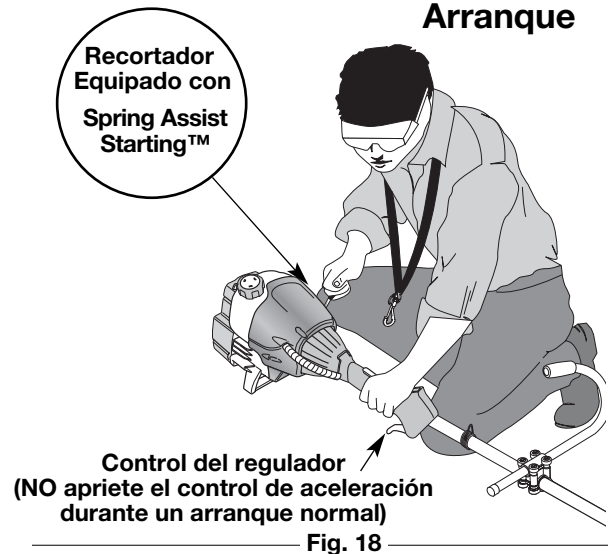

Fig. 18
ADVERTENCIA: Evite los arranques accidentales. Colóquese en posición de inicio cuando tire de la cuerda de arranque (Fig. 18). El operador y la unidad deben estar en una posición estable al arrancar la unidad para evitar graves lesiones personales. Compruebe que cualquier complemento usado se instale correctamente y que esté seguro, antes de poner en marcha la unidad.
4. Colóquese en la posición de arranque y **no apriete el control de aceleración** (Fig. 18). Hale el cordón de arranque con un **movimiento controlado y uniforme** hasta que el motor trate de arrancar. Repita hasta que el motor arranque.